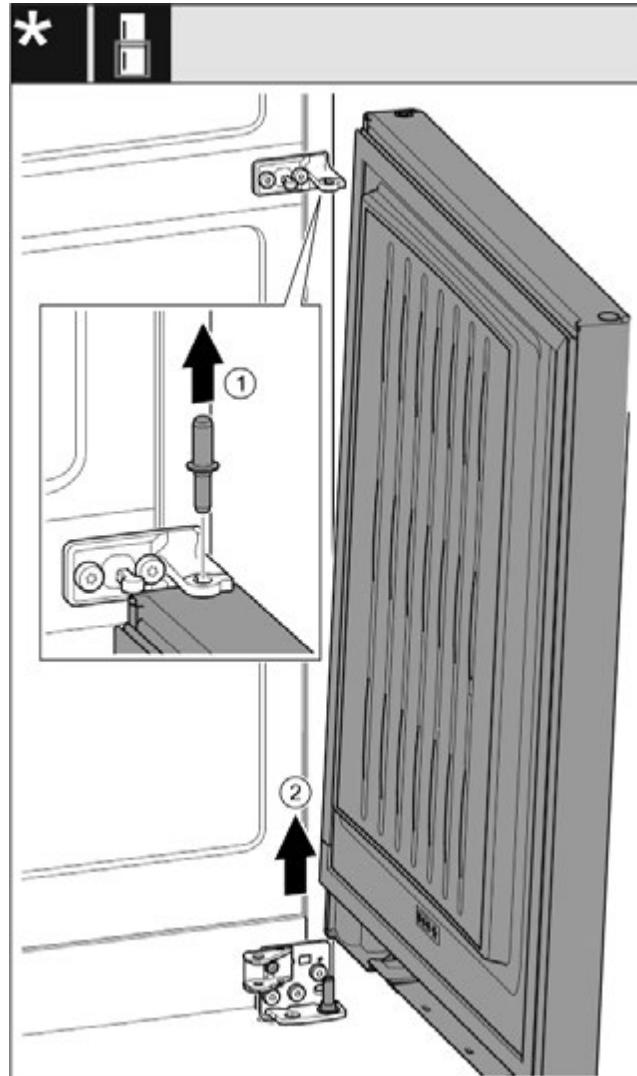

Fig. 19*
- Витягніть гвинт догори.* Fig. 19 (1)
- Відкрийте дверцята, зніміть рухом вгору та відкладіть убік.* Fig. 19 (2)